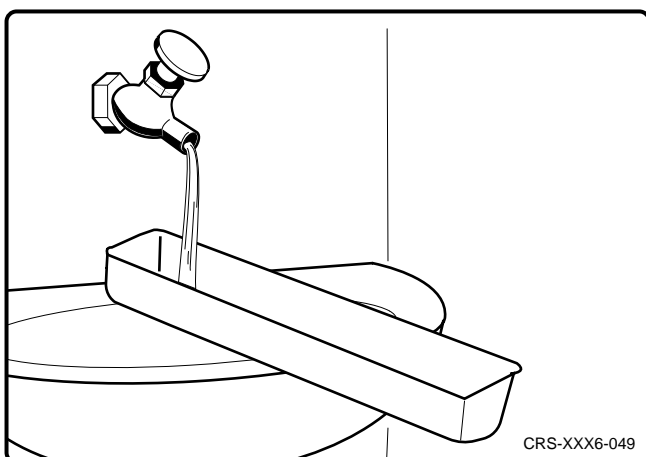

Fig. 7
- Limpiar la(s) bandeja(s) de limpieza bajo agua corriente (véase la fig. 7). Secar luego la(s) bandeja(s) de limpieza.
- Lave o(s) tabuleiro(s) de limpeza com água corrente (ver fig. 7) e seque-o.
- Opvangbak(ken) met stromend water schoonspoelen (zie afb. 7). Daarna opvangbak(ken) afdrogen.